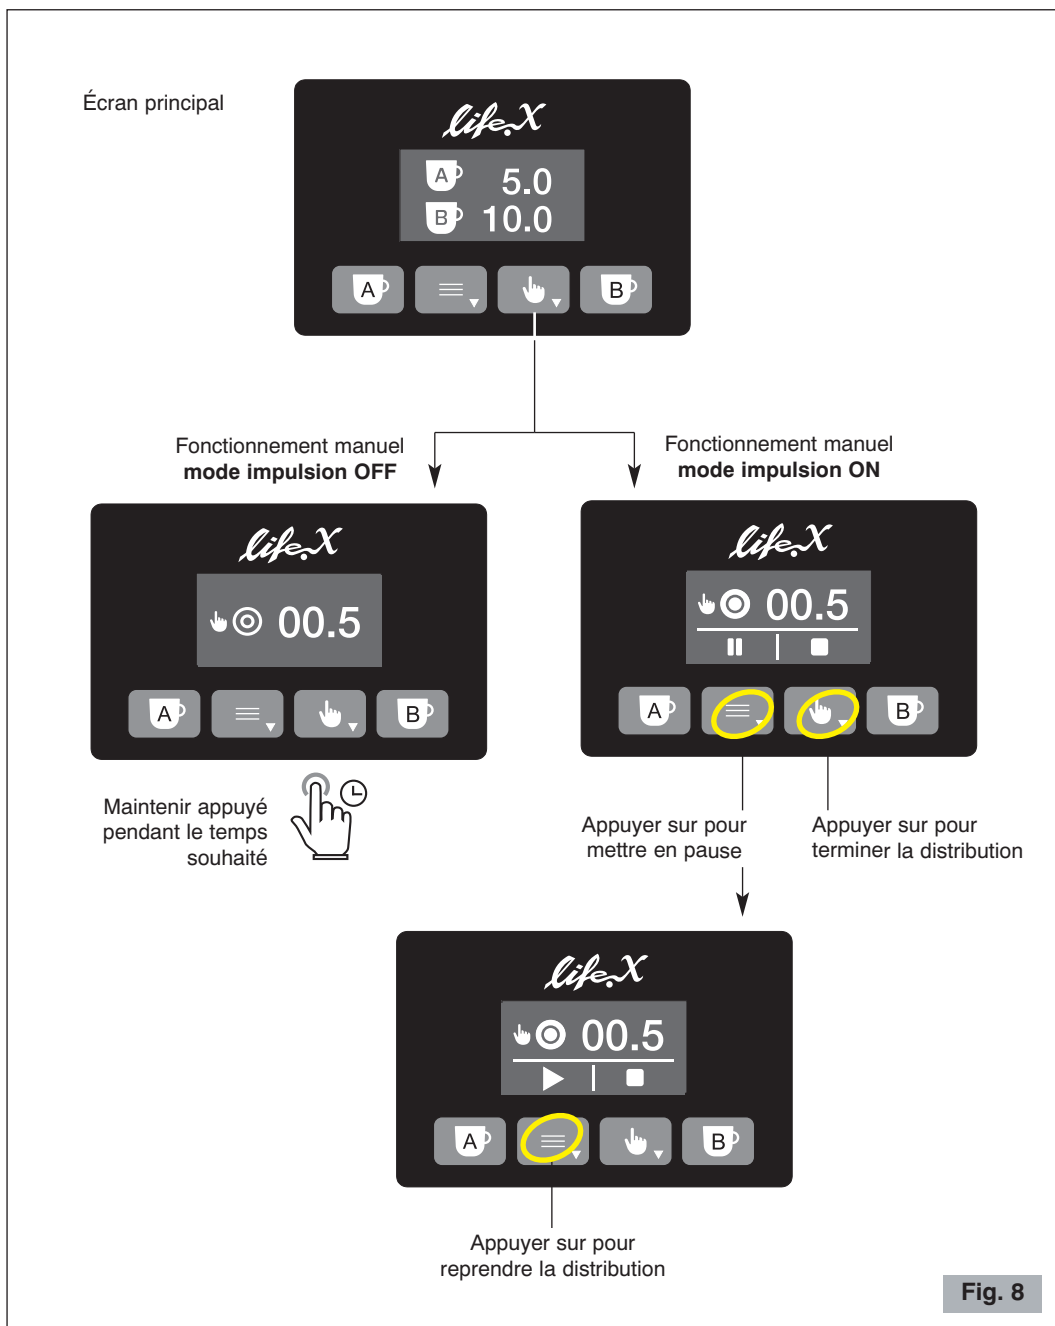

Fig. 8
Fonctionnement manuel (voir Fig. 8)
- 6 Appuyer sur le bouton  (14 Fig. 5) pour démarrer le moteur si le mode impulsion est actif (ON) et le maintenir appuyé si le mode impulsif est désactivé (OFF) (voir Fig. 8).
- 8 Appuyer à nouveau sur le bouton  (voir Fig. 8) pour arrêter le moteur (mode impulsion ON).